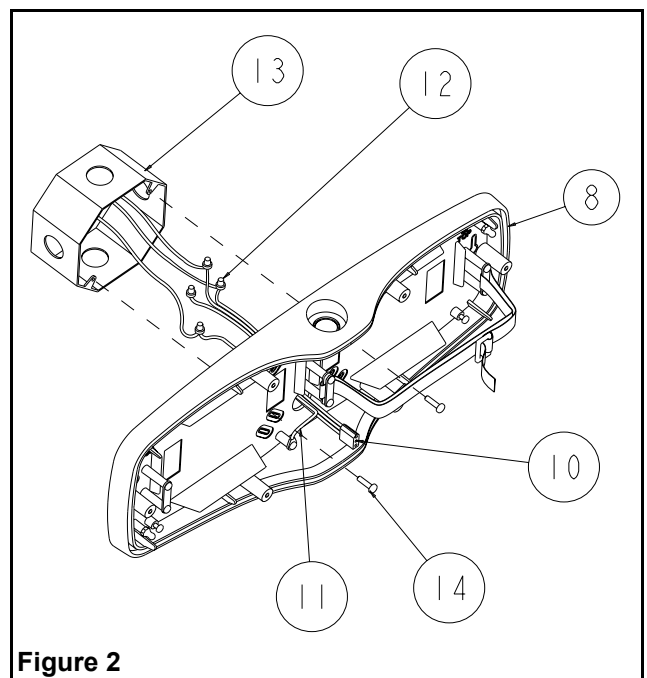

Figure 2
#### Montage mural, sur boîte de jonction (figure 2).
- b. Enlever le cordon d'alimentation (10) du module électronique. Connecter le cordon à l'alimentation C.A. à l'aide de marettes (voir figure 2). Se référer aux instructions de branchement de la page 2.
- c. Installer le joint d'étanchéité (10) sur la plaque arrière. Passer le cordon d'alimentation et le fil de mise à la terre dans les trous de la plaque arrière (voir figure 2). Installer sur la boîte de jonction à